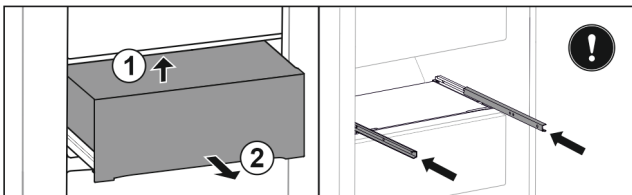

Fig. 52
- ▶ Підняти висувний ящик знизу назад. Fig. 52 (1)
- ▶ Вийняти висувний ящик рухом вперед. Fig. 52 (2)